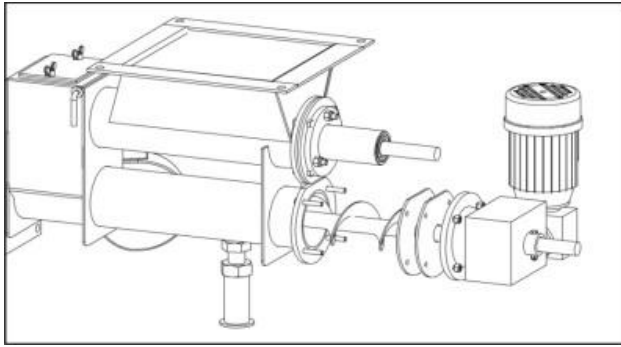

Fig 15. Scoaterea axului inferior
- Deșurubați cele patru șuruburi de pe flanșă (vezi Fig 15).